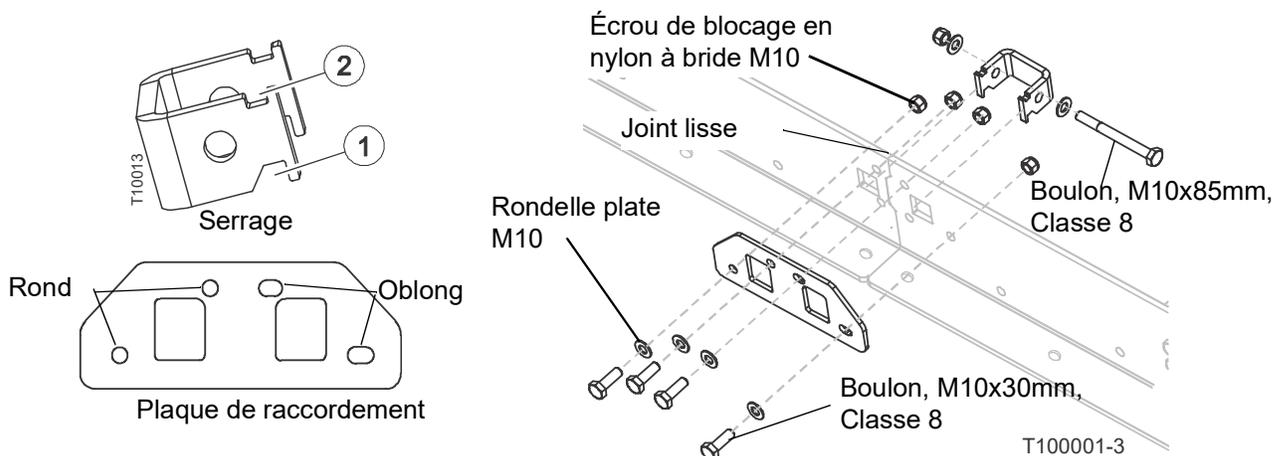

FIG. 3-3
1. Raccordez les sections de banc à l'aide d'une plaque de raccordement, d'un dispositif de serrage et des boulons M10x30mm et des éléments de quincaillerie du sachet du kit de banc comme indiqué sur la fig. 3-3.